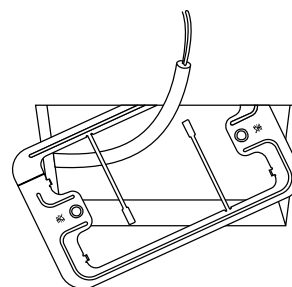

Fig. 3-26
3. Faites passer le câble à travers le support de fixation fourni et insérez le support dans le trou d'installation. (Fig. 3-26)